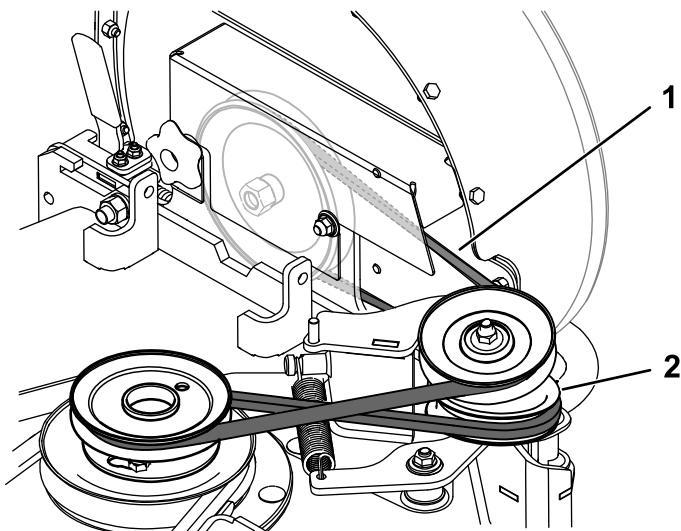

Figura 28
6. Empurre a polia intermédia da mola para trás para aliviar a tensão da correia (Figura 28).